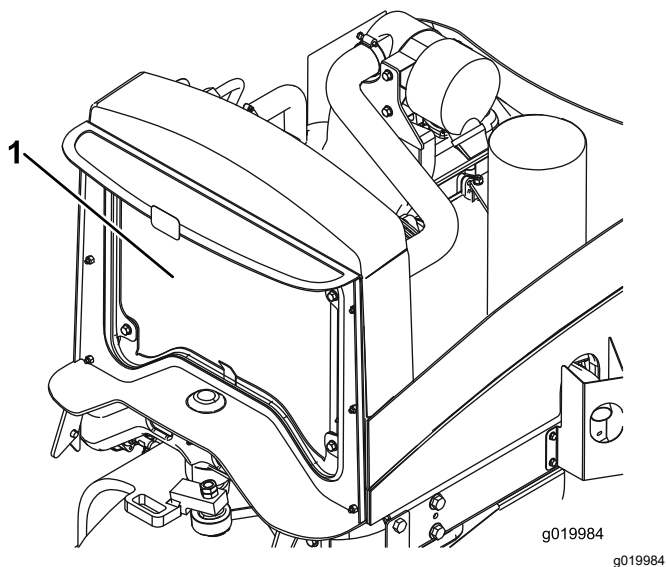

Рисунок 58
4. Тщательно очистите сжатым воздухом обе стороны радиатора (Рисунок 58).